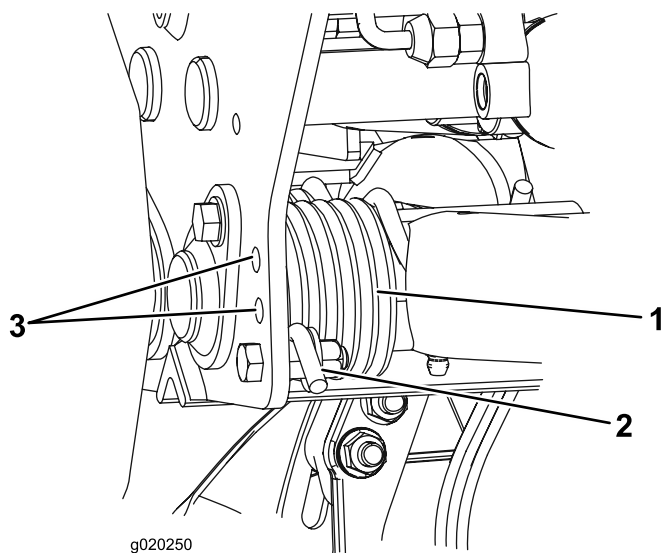

Figura 33
2. Infilate un tubo o un oggetto simile sull'estremità della molla lunga al fine di allentare la tensione della molla durante la messa a punto (Figura 33).
3. Mentre allentate la tensione della molla, togliete il bullone e il dado di bloccaggio che fissano l'attuatore della molla alla staffa (Figura 33).